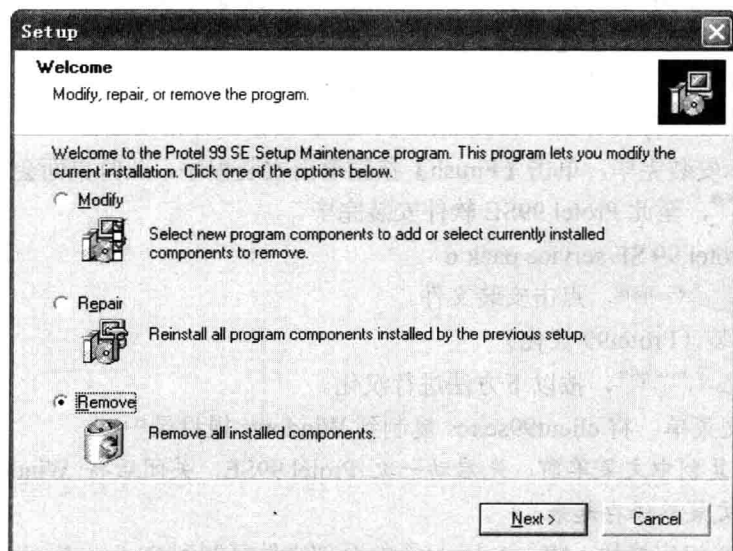

图 1-2 选择删除程序界面
- ① 打开控制面板, 点击  进入下一步。
- ② 选中 Protel 99SE, 点击【更改/删除】, 进入下一步。
- ③ 在图 1-2 中选中 Remove, 点击【Next】按钮开始删除卸载。
- ④ 卸载完毕, 屏幕提示卸载完毕, 单击【Finish】按钮退出卸载程序。